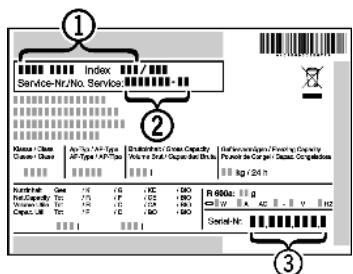

Fig. 45
- ▶ Прочетете от идентификационната табелка означението на уреда Fig. 45 (1), сервисния № Fig. 45 (2) и серийния № Fig. 45 (3). Идентификационната табелка се намира на лявата вътрешна стена на уреда.